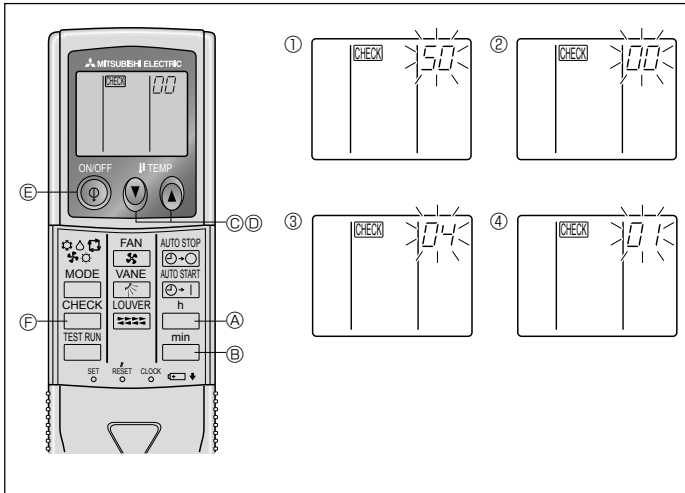

Fig. 6-10
⑧ **MODE** düğmesine **04** basın; mod ve ayar numaraları (I) ve (II) sürekli yanık hale gelirler ve ayarın içeriği teyit edilebilir.
⑨ **FILTER** (A) ve **TEST RUN** (çalışma testi) düğmelerine en az iki saniye süreyle birlikte basın. İşlev seçme ekranı bir an için kaybolur ve klima OFF (kapalı) ekranı görünür.
2) Kablosuz uzaktan kumanda için (Fig. 6-10)